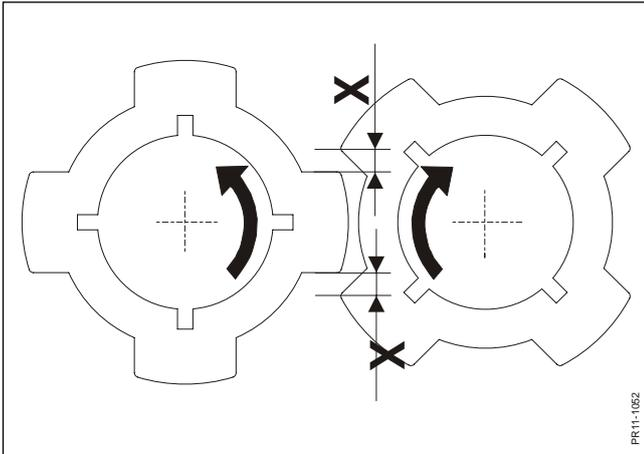

Fig. 3-26
- Fig. 3-26** Die Walzen **dürfen nie** einander berühren, da man dadurch ein schlechtes Arbeitsergebnis bekommt, und viele Vibrationen in der Maschine entstehen. Die Walzen müssen korrekt synchronisiert sein, d.h. miteinander im Takt gehen, so daß die Gummiprofile auf der einen Walze genau zwischen die Gummiprofile auf der anderen Walze gehen. Die Walzen sind dann korrekt synchronisiert, wenn der Abstand **X** in beiden Seiten annähernd gleich ist.